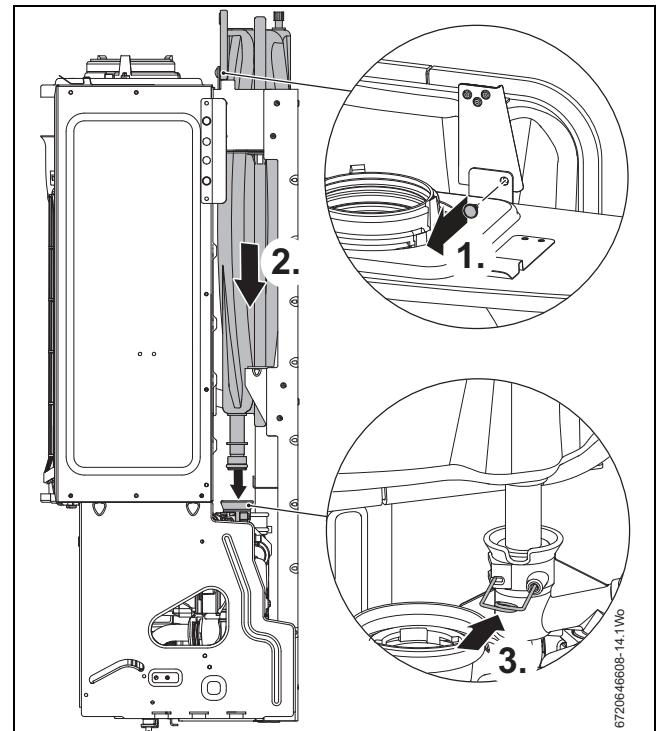

Fig. 45 Ligação do vaso de expansão
1. Solte o vaso de expansão do suporte (consulte a fig 45).
2. Certifique-se de que o grampo que fixará o vaso de expansão está totalmente solto, mas não removido, antes de inserir o tubo do vaso de expansão no coletor, consulte a fig. 45.